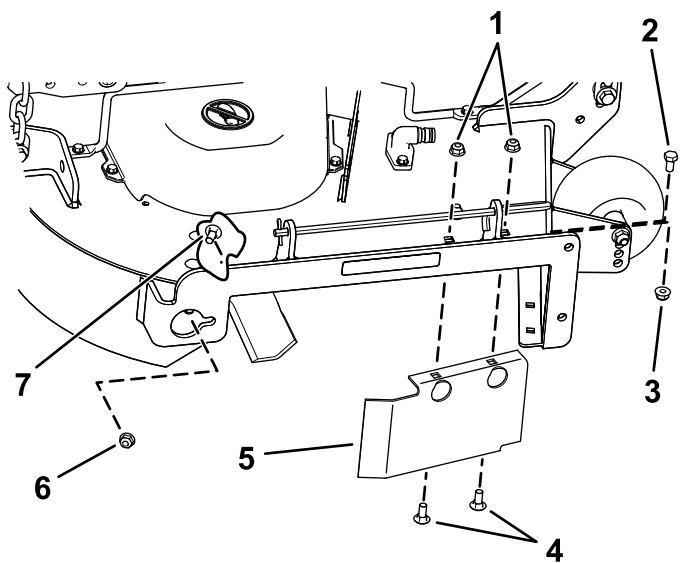

Figura 17
8. Remova o parafuso de carroçaria (5/16 pol. x 3/4 pol.) e porca de bloqueio (5/16 pol.) na parede lateral da plataforma do cortador que prende o abafador à plataforma (**Figura 17**).
13. Instale as fixações previamente removidas nos furos frontais na placa de descarga e furo frontal na plataforma (Figura 17).
9. Localize o resguardo do abafador na extremidade frontal da abertura de descarga lateral (Figura 17).
10. Remova as fixações que prendem o resguardo do abafador e abafador direito à plataforma do cortador (Figura 17).